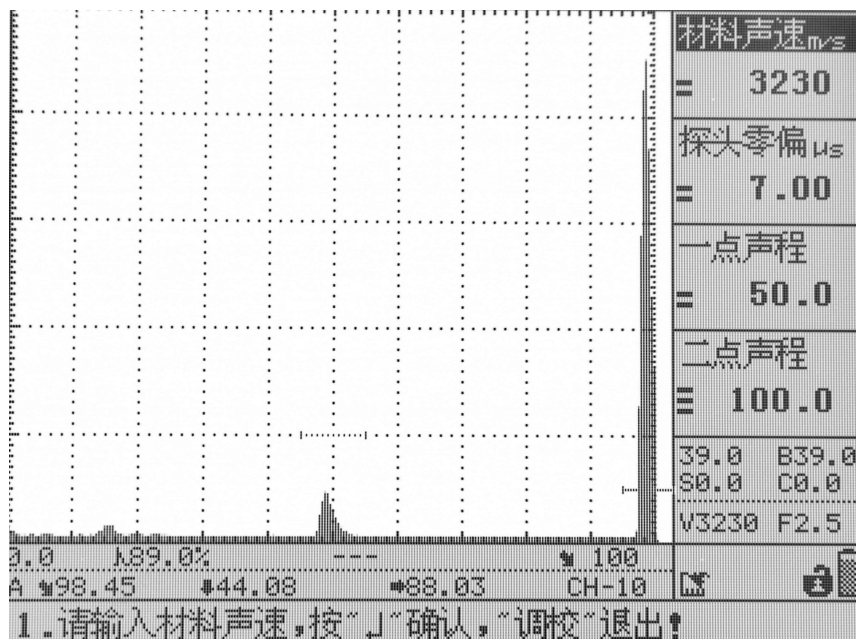

图 1
(1) 选择参数通道, 并清空该通道。
(2) 单击“调校”键, 选择“探头”主菜单, “探头类型”设置为“斜探头”, “探头频率”设置为“2.5MHz”, “探头前沿”采用默认值, “晶片尺寸”设为“13”
(3) 将探头耦合到 CSK-IA 的标定试块上, 选择“校准”主菜单, 选择“自动校准”子菜单, 按“确认”键, 屏幕变成如图 1 所示: